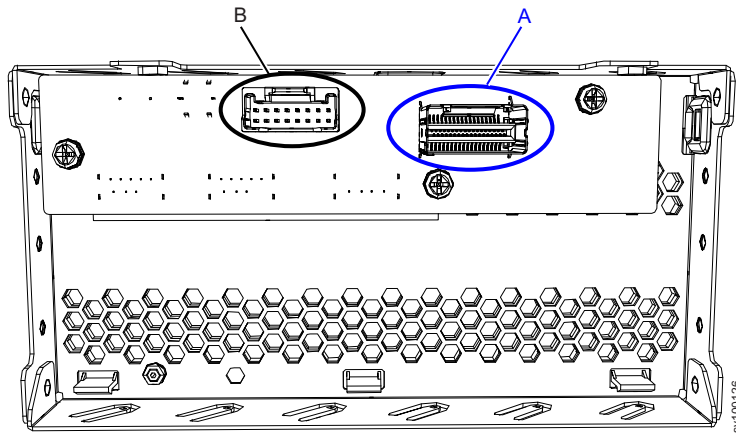

图 168. 操作员信息面板后部的电缆接口
3. 轻轻从操作员信息面板后部的接口（**A** 和 **B**）拔下每根电缆，如第 204 页的图 168 中所示。